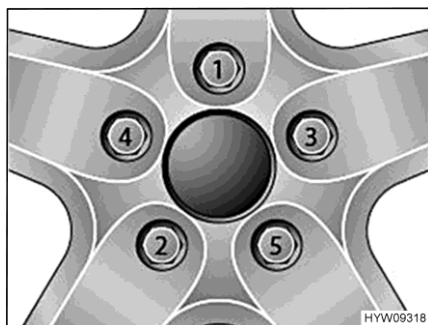

Bild 76 Dra fast hjulmuttrarna eller hjulbultarna korsvis
- Dra fast hjulmuttrarna eller hjulbultarna i den ordning som anges i Bild 76. Använd en momentnyckel och observera det angivna åtdragningsmomentet (se avsnitt 14.5).
- Kontrollera regelbundet att hjulmuttrarna eller hjulbultarna är ordentligt åtdragna. Om du har bytt däck ska hjulmuttrarna eller hjulbultarna dras åt efter 5 mils körning. Följ den ordning som anges i Bild 76.
- Då nya eller nylackerade fälgar används bör hjulmuttrarna eller hjulbultarna dras åt efter ca 100 till 500 mil. Följ den ordning som anges i Bild 76.